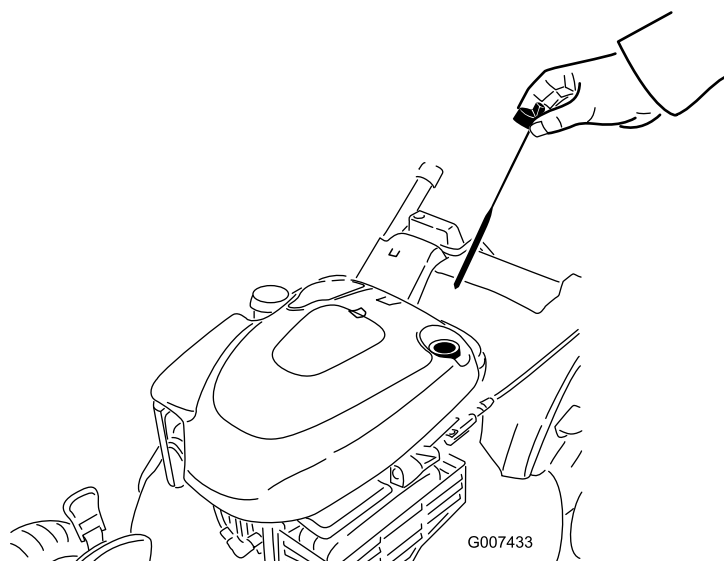

Figura 42
6. Retire la varilla del tubo de llenado de aceite (Figura 42).